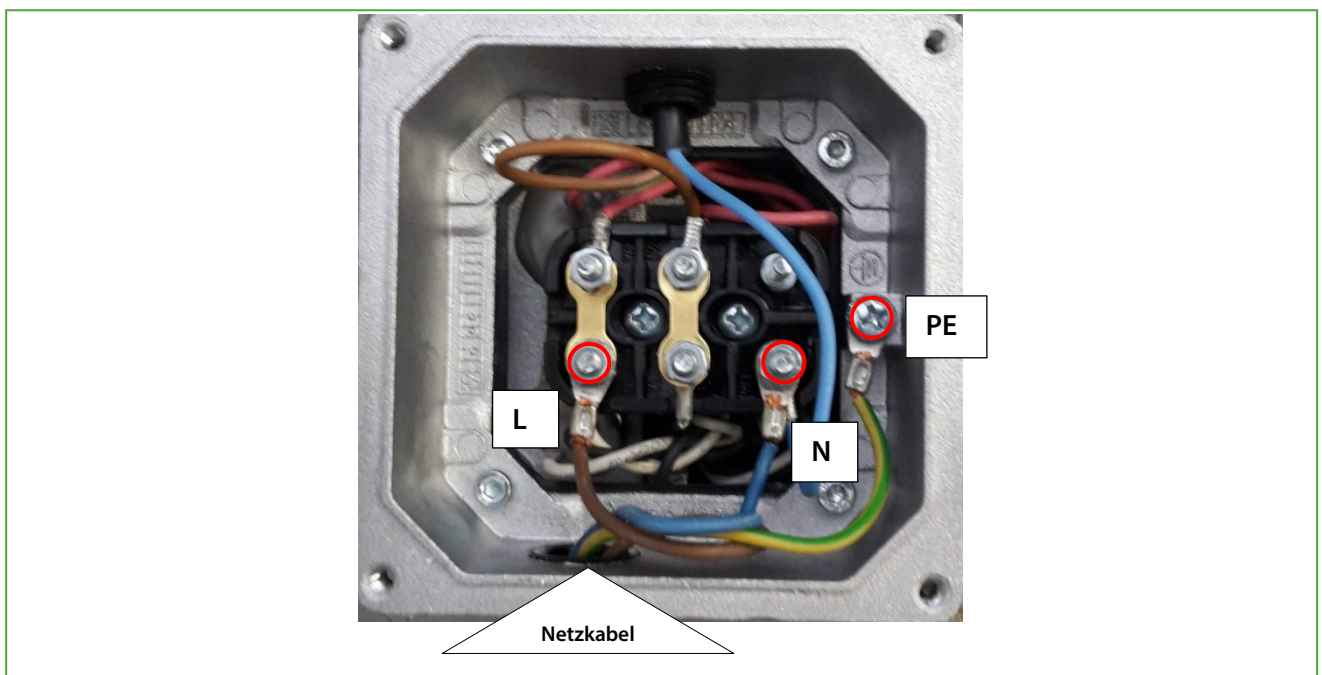

Abbildung 11 Elektrischer Anschluss
- Anschluss der Einzeladern gemäß Abbildung 11.